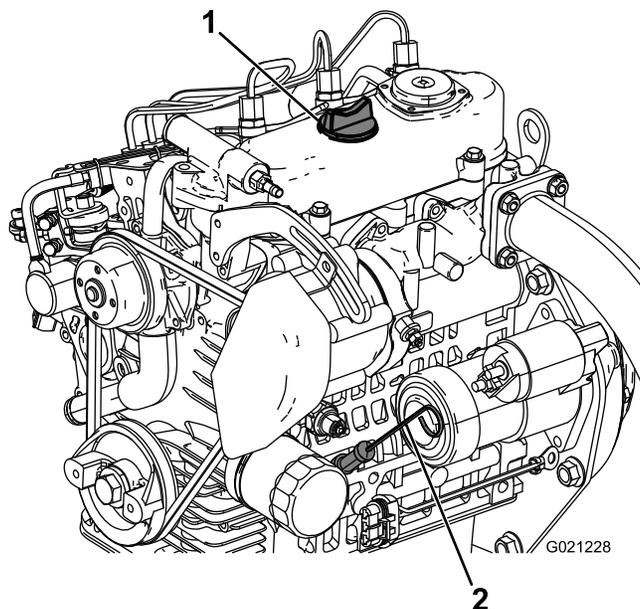

図 15
2. ディップスティック 図 15 を抜きウェスで一度きれいに拭く。
3. ディップスティックを、チューブの根元までしっかりと差し込む 図 15。
4. ディップスティックをもう一度抜きとってオイルの量を点検する 図 15。
5. オイルの量が不足している場合は、補給口のキャップ 図 15 を取り、ディップスティックのFULL マークまで補給する。
6. ディップスティックをしっかりと差し込んで終了 図 15